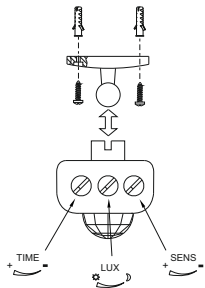

Рисунок 21 – Монтаж ДД 046
- демонтировать с датчика основание, закрепленное на корпусе при помощи шарнирного соединения (рисунок 21);